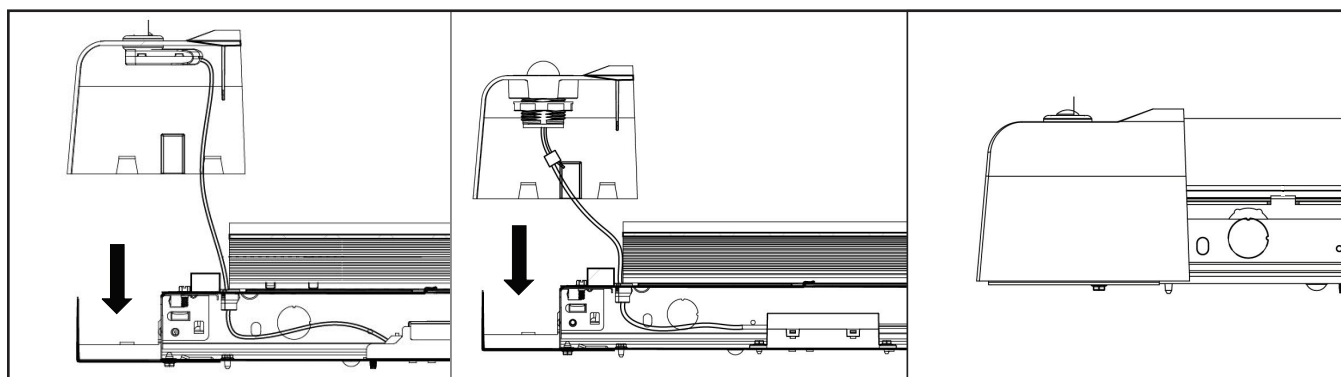

Figure 8.
6. Si le capteur se détache de son fil, reconnectez-le correctement, puis posez les capuchons d'extrémité et de milieu en plastique sur le support du capuchon d'extrémité (Figure 8). Branchez correctement le capteur et acheminez les fils.